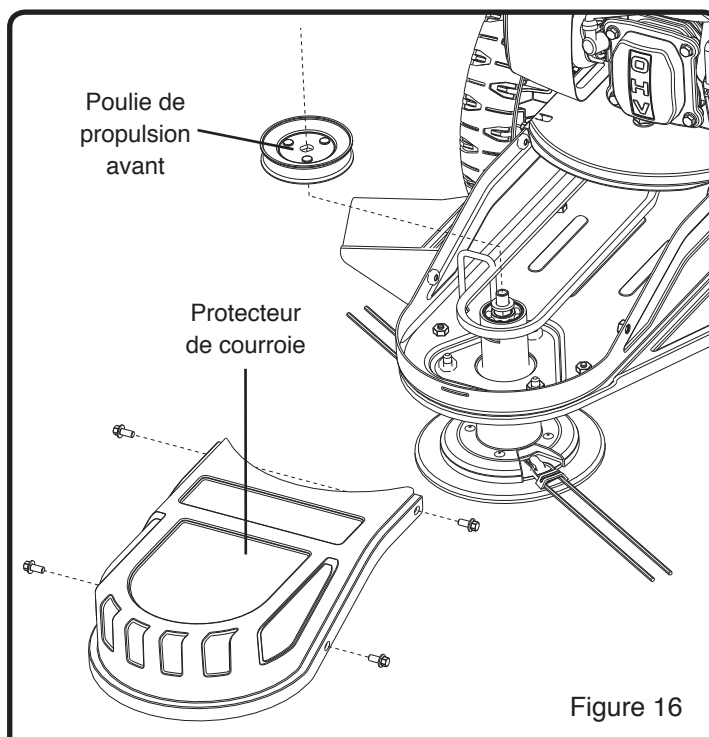

Figure 16
1. Retirez les quatre attaches maintenant le protecteur en plastique de la courroie, au boîtier de la débroussaille use. (Voir Figure 16)
3. Retirez l'écrou à embase et la rondelle maintenant en place la poulie de propulsion avant sur la tête de la débroussailleuse. (Voir Figure 16)